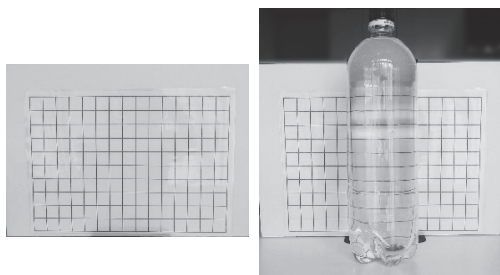

図2 縦の線が消えます
- (5) 水の入ったペットボトルを、赤青格子の前に置くと、図2のように、どちらかの線が消えることを確認しましょう。